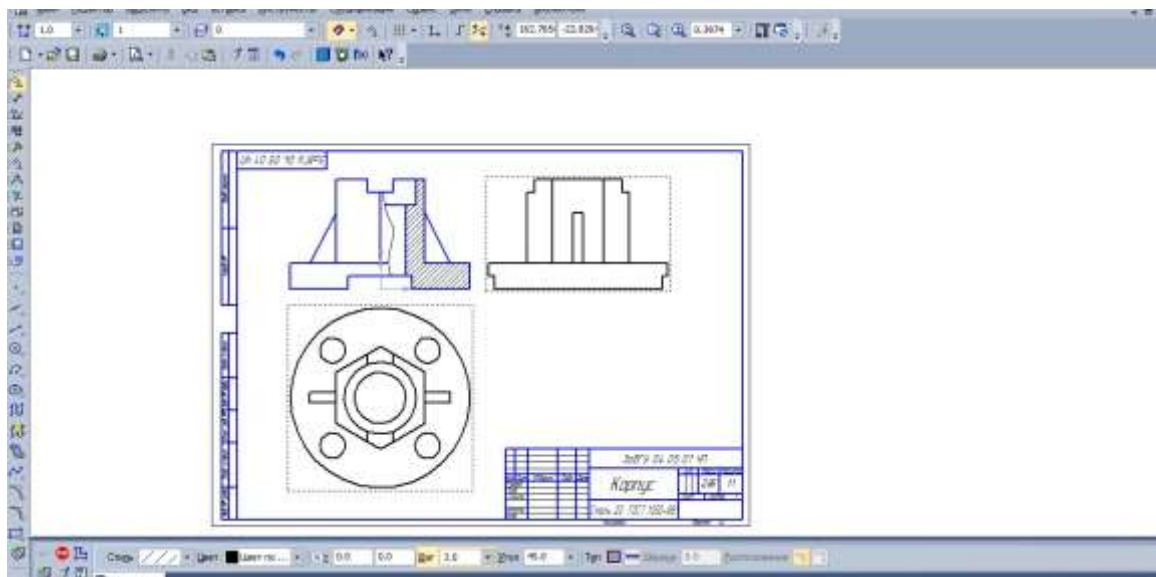

Рис. 7. Отредактированный фронтальный разрез
7. Удалите штриховку и постройте разрез, как показано на рис. 7.